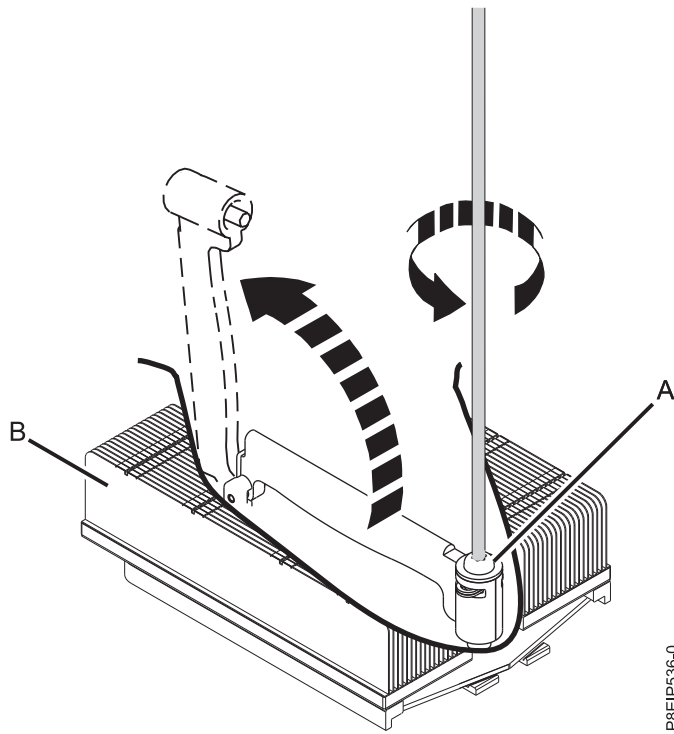

Figure 51. Desserrage de la vis du bras de chargement du dissipateur thermique
3. Desserrez la vis du bras de chargement (A) du dissipateur thermique du processeur système (B) que vous retirez avec un tournevis Phillips 3. Le bras de chargement pivote vers le haut, dans la direction indiquée dans la figure 51, à la page 49.